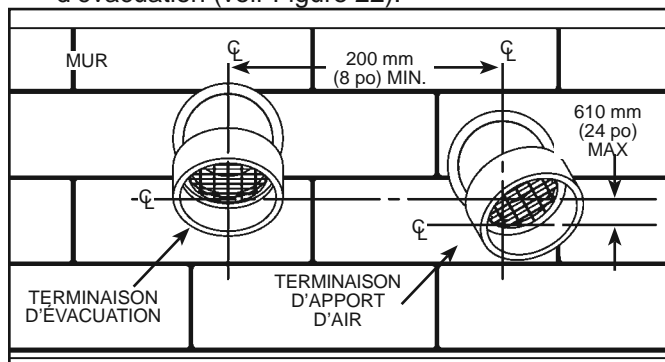

Figure 22.
**Important:** veuillez suivre les directives qui suivent pour l'installation des terminaisons de ventilation à travers un mur (voir Figure 22).
4. Afin d'éviter la recirculation des gaz d'évacuation, la terminaison d'apport d'air doit pointer dans une direction différente de celle de la terminaison d'évacuation (voir Figure 22).